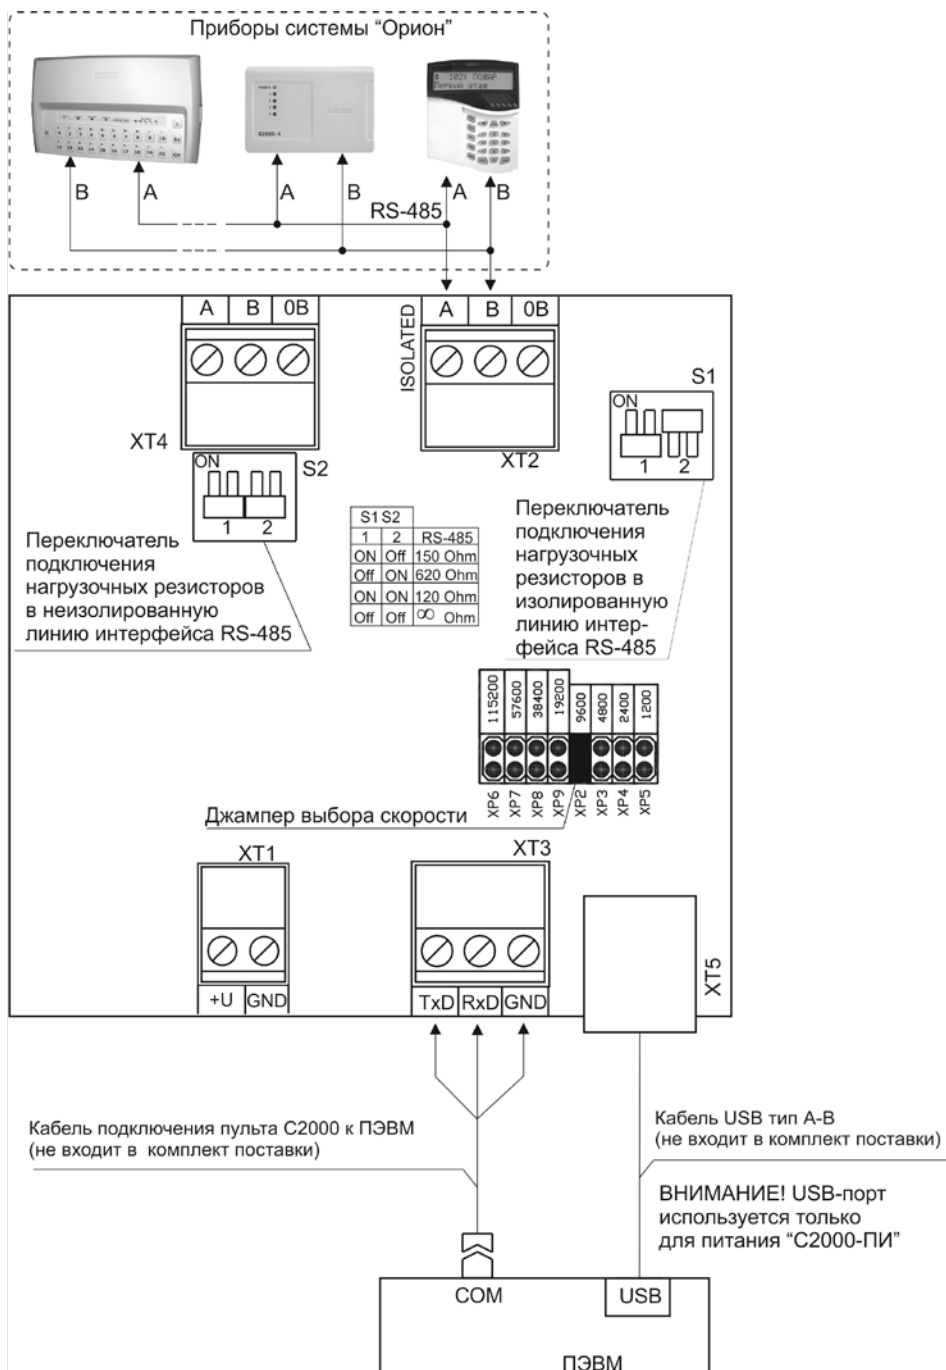

Рисунок 4. Схема внешних соединений «С2000-ПИ» в режиме преобразователя интерфейсов RS-232/RS-485
2.2 Монтаж соединительных линий производится в соответствии с рис. 4, 5.
4.2.2 Подключите кабель подключения пульта С2000 к ПЭВМ к разъему XT3 преобразователя и к COM-порту компьютера (см. рис.4).
4.2.3 Подключите кабель USB тип А-В к разъему XT5 преобразователя и к USB-порту компьютера (см. рис.4).